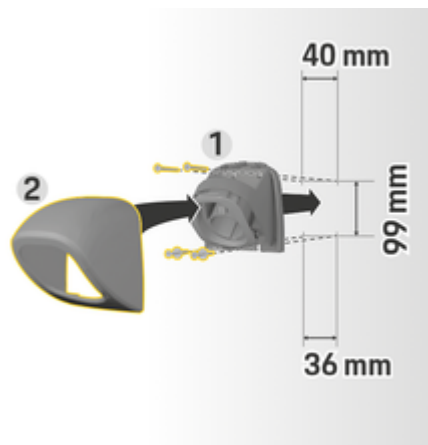

Fig. 25 Cotes de perçage
1. Retirez le support de connecteur 1 (Fig. 25) du cache 2 (Fig. 25).
4. Vissez le support du connecteur 1 (Fig. 25) au mur.
5. Mettez en place le cache 2 (Fig. 25) sur le support du connecteur 1 (Fig. 25) par le bas et enfoncez-le vers le haut.